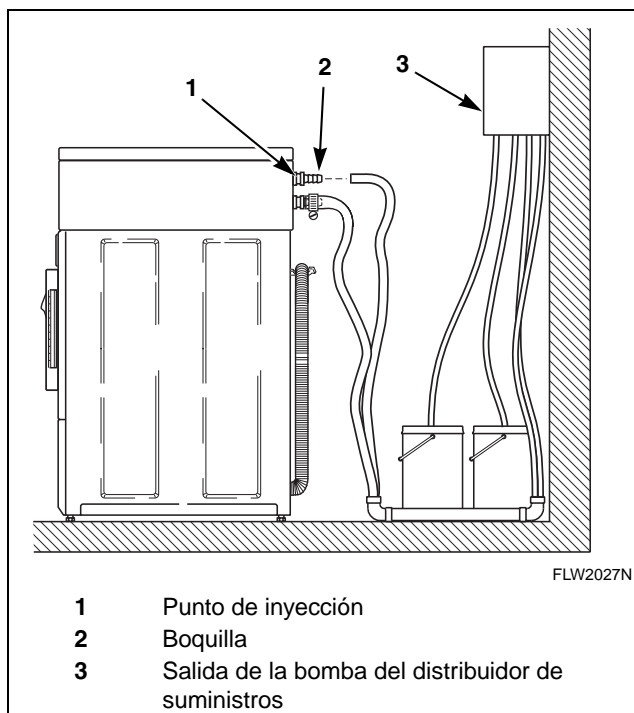

Figura 11
2. Conecte las boquillas a la parte trasera de la máquina. El punto de conexión se ubica en el gabinete, sobre la válvula de mezclado de agua. Refer to *Figura 11*.
3. Conecte las mangueras de suministro a las boquillas y fíjelas con abrazaderas para mangueras (obtégalas en una tienda local). Refer to *Figura 11*.